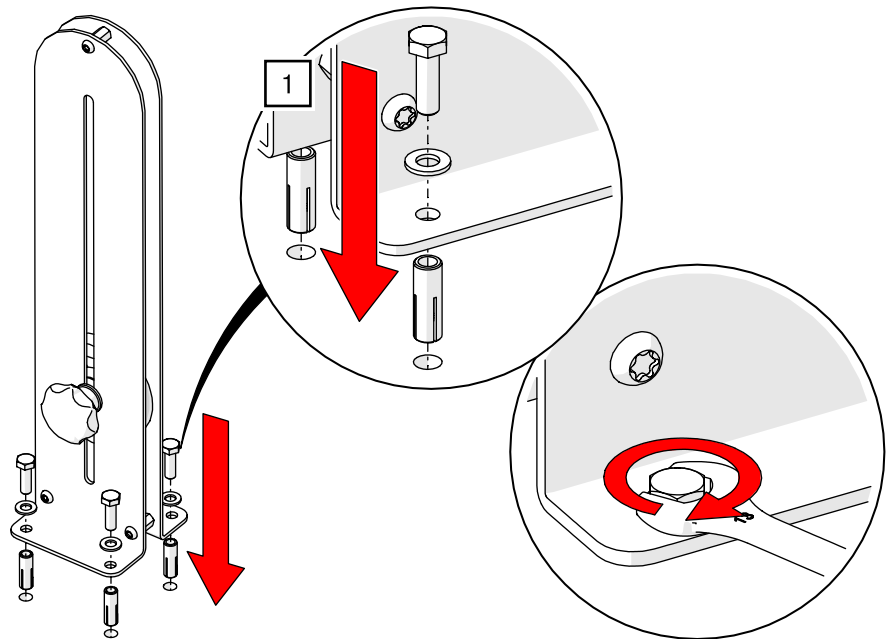

Abb. 129: Manueller Antrieb ROPE-DRIVE – Gegenspannrolle montieren
1. Verschrauben Sie die Gegenspannrolle an die Position genau vertikal unterhalb des Seilabgangs der Schiene am Boden mit dem Untergrund entsprechendem Montagematerial (Montage entsprechend Herstellerangaben; Beispiel Beton / Estrich – siehe Abb. 129).